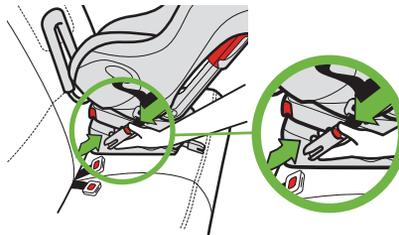

Figure 57
- Appuyez sur le bouton de déverrouillage rouge et maintenez-le enfoncé tout en tirant sur les connecteurs DUA, tel qu'illustré dans la **Figure 57**.